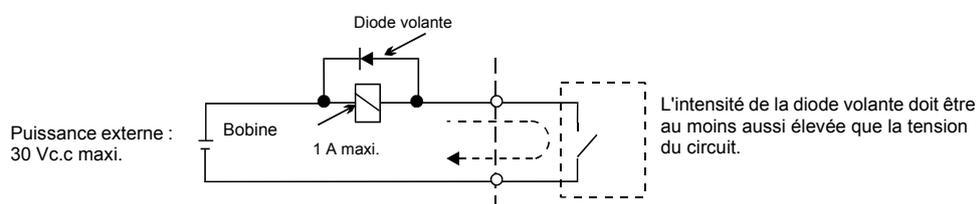

Figure 6 Connexion de la diode volante
- *3. Lors de la manipulation d'une charge réactive, telle qu'une bobine de relais en c.c, toujours insérer une iode volante comme illustré à la Figure 6